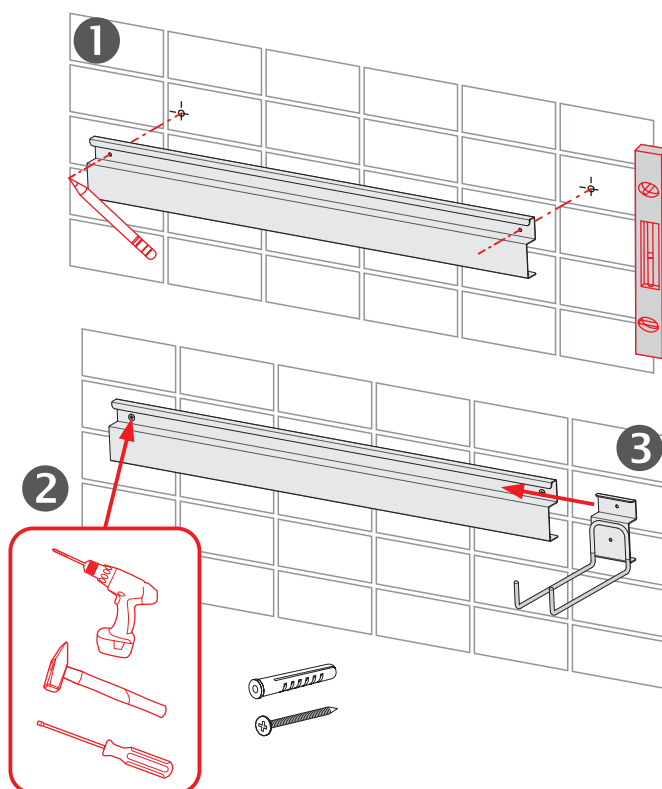

Рис. 2. Процесс монтажа системы хранения KERT SK-02B. 1 - Разметка сверловки, 2 - Крепление рейлинга к стене, 3 - Установка навесных элементов
4.2 Процесс монтажа показан на рис. 2.